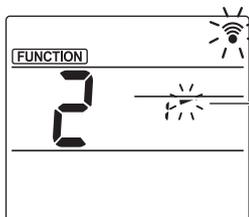

Fig. 3-3
- Ajuste el ángulo del deflector (Fig. 3-3)
- Pulse los botones [↓] para seleccionar el ángulo del deflector ③.